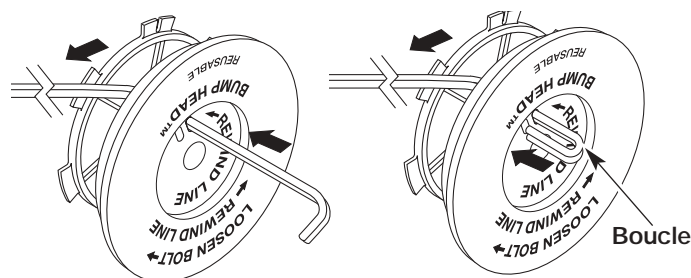

Fig. 33
8. Découpez environ 2,5 m (8 pi) de fil neuf. Insérez une extrémité de fil dans l'un des deux trous du moulinet intérieur (Fig. 33). Tirez le fil jusqu'à ne laisser que 10 cm (4 po) environ.
9. Insérez l'extrémité du fil dans le trou ouvert du moulinet et tirez sur le fil pour que la boucle soit le plus petit possible (Fig. 33).